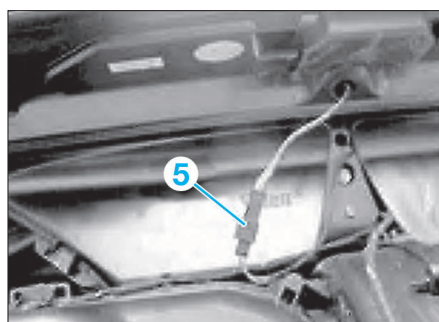

FIG. 15
- Avec climatisation automatique, débrancher le connecteur (5) du capteur de luminosité (capteur d'ensoleillement) (Fig.15).